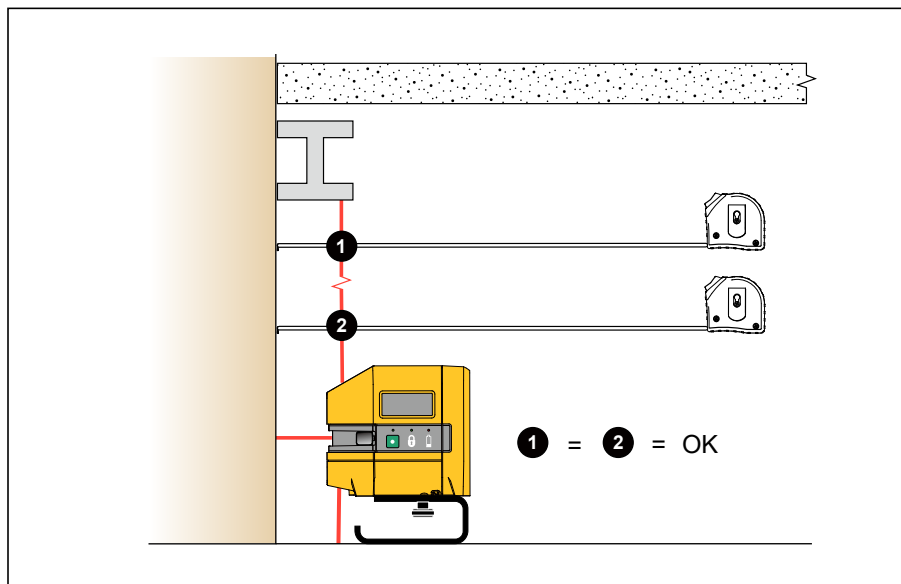

Рисунок 5. Проверка выравнивания размещенного ранее объекта по вертикали
2. Измерьте расстояние от объекта до лазера на различных расстояниях от Прибора. См. Рисунок 5.